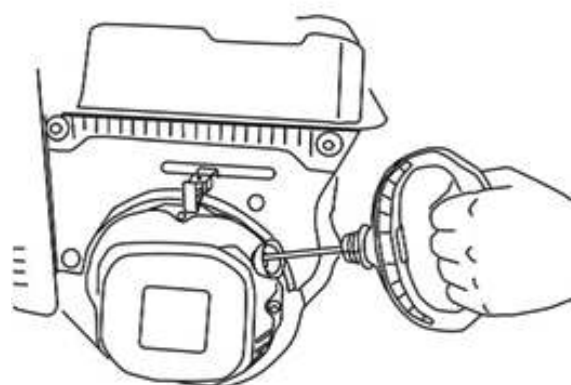

Рис.35
6. Потяните за рукоятку ручного стартера (Рис.35) до тех пор пока не почувствуете сопротивление, затем произведите резкий рывок за рукоятку.